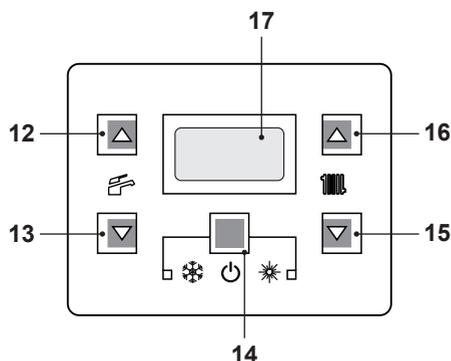
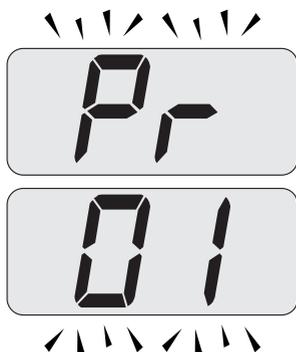
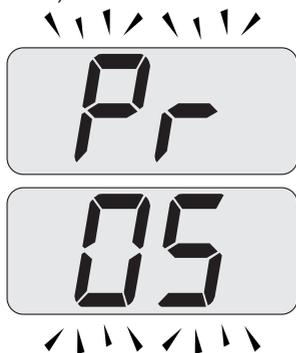

Figura 8.3
Figura 8.4
Figura 8.5
- Entrare in "modalità programmazione" premendo contemporaneamente per 10 secondi i tasti 14 - 15 - 16 (Figura 8.3) fino a far apparire sul display LCD le lettere **Pr** che si alternano con il codice **01**, indicanti l'entrata nel "parametro 01" (Figura 8.4).
- Scorrere i vari parametri utilizzando i tasti 15 o 16 fino a far apparire sul display LCD le lettere **Pr** che si alternano con il codice **05**, indicanti l'entrata nel "parametro 05" (Figura 8.5).
- Premere contemporaneamente i tasti 14 e 16 (Figura 8.3) fino a far apparire sul display LCD il valore del parametro 05 (00=G20) (Figura 8.6).
- Premendo il tasto 14 (Figura 8.3) si ottiene la conferma del valore inserito.
- Premendo contemporaneamente i tasti 14 e 15 (Figura 8.3) si esce senza modificare il valore (ritorno alla lista parametri Figura 8.5)
- Premendo contemporaneamente per 10 secondi i tasti 14 - 15 - 16 (Figura 8.3) si esce dalla "modalità programmazione".